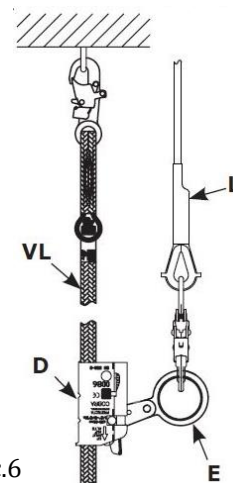

Рис.6
ВАЖНО! В случае если точка присоединения страховочной привязи пострадавшего находится вне зоны досягаемости, (рис.6) на строп пострадавшего (VL) может быть установлен захват ползункового типа **в перевернутом положении (!)**. Карабин страховочного каната устройства может быть присоединен к кольцу (E) захвата ползункового типа (D); для подъема пострадавшего в безопасное место или в место, где может быть удалена предыдущая соединительно-амортизирующая подсистема, с помощью колеса устройства спасения и эвакуации (RH).